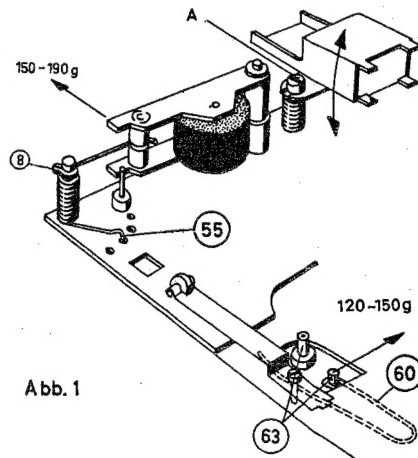

Abb. 1
Die Rutschkupplung (63) soll in Stellung "Wiedergabe" mit einer Kraft von 120 - 150 g an den rechten Spulenteiler (54) gedrückt werden (Meßpunkt siehe Abb. 1). Um zu kontrollieren, ob die Rutschkupplungswerte stimmen, wird die Stromaufnahme des Gerätes gemessen:
Die Andruckrolle soll in Stellung "Wiedergabe" mit einer Kraft von 170 - 20 g an die Tonwelle gedrückt werden (Meßpunkt siehe Abb. 1).
Durch Verdrehen der Schraube A (siehe Abb. 1) wird in Stellung "Wiedergabe" mit einer Vorführbandkassette der A/W-Kopf so eingewippt, daß die höchsten Tonfrequenzen einwandfrei wiedergegeben werden. Nach dem Einstellen muß die Schraube mit Lack gesichert werden.